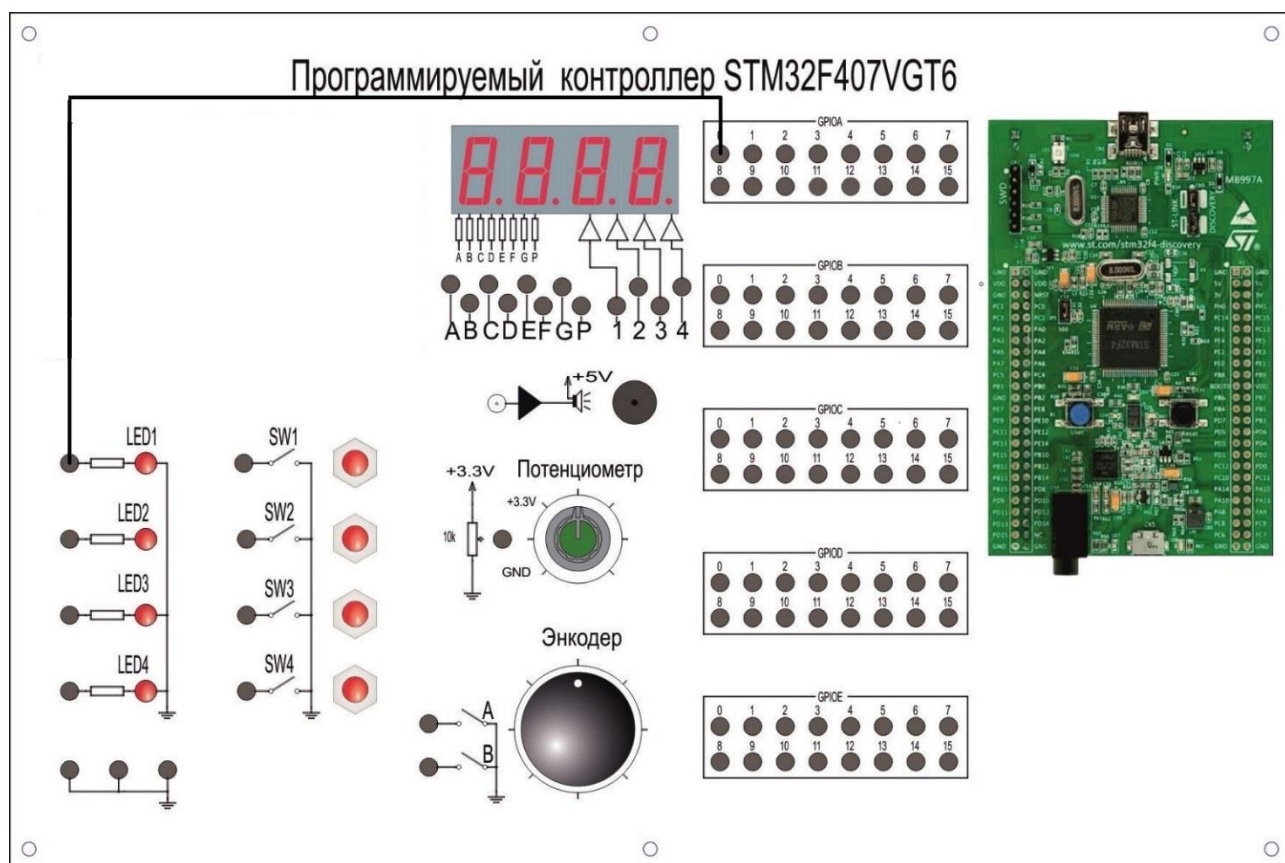

Рисунок 42. Схема соединений
5. Изучите схему, представленную на рис. 42.